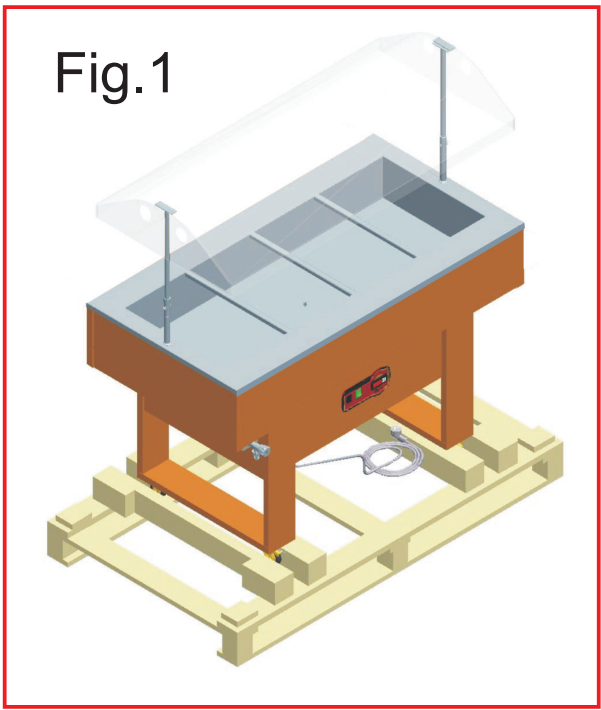

Fig.1
1. Tagliare la reggia, sfilare la scatola verso l'alto. Schiodare le tavole di legno, prestando attenzione ai chiodi. 2. Infilare le forche del sollevatore fra l'apparecchiatura e pallet o cassa. 3. Sollevare l'apparecchiatura. 4. Eliminare il pallet o cassa. 5. Posare l'apparecchiatura su un piano livellato orizzontale. 6. Fare attenzione a non lasciare niente nell'imballo prima di buttarlo. 7. Separare i materiali dell'imballaggio secondo la composizione in modo da facilitarne lo smaltimento. 8. È possibile bloccare l'apparecchiatura agendo sulle ruote con freno (vedi Fig.1).